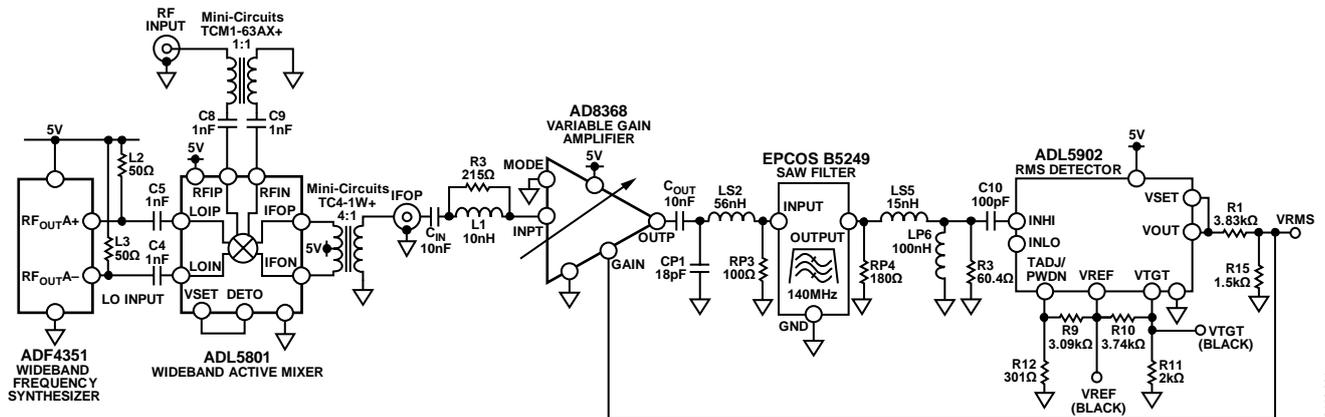

図 1. 周波数選択性 RF 検出器 (簡略回路図: 全接続の一部およびデカップリングは省略されています)
この回路は、35MHz から 4.4GHz まで、90dB の検出範囲を持つ周波数選択性無線周波数 (RF) 検出器です。周波数スペクトル内の信号識別を行わない標準的な検出器と異なり、この回路は狭い周波数帯域に焦点を当てることができるので、指定された範囲内での性能が向上します。この検出器は RMS 応答回路で、温度や周波数が変化しても安定しているため、周波数精度の高い選択性の RF パワー測定が求められるアプリケーションにとって魅力的なソリューションです。また、不要な妨害波に対する高い耐性も備えています。図 1 に簡略化した回路図を示します。
しかし、このように範囲を拡大すると、動作がフィルタのパスバンド周波数範囲に制限されます。CN-0340 の回路を広帯域周波数変換ネットワークと組み合わせることにより、複合回路は周波数選択性を備えたものとなります。図1に示す回路では、35MHz~4.4GHz の入力信号を SAW フィルタのパスバンド周波数である 140MHz に変換するために、ADL5801 ミキサと ADF4351 周波数シンセサイザが組み合わされています。回路ノート CN-0239 は、この回路に使われている広帯域ミキサと局部発振器のグルーレスなインターフェースについて解説しています。